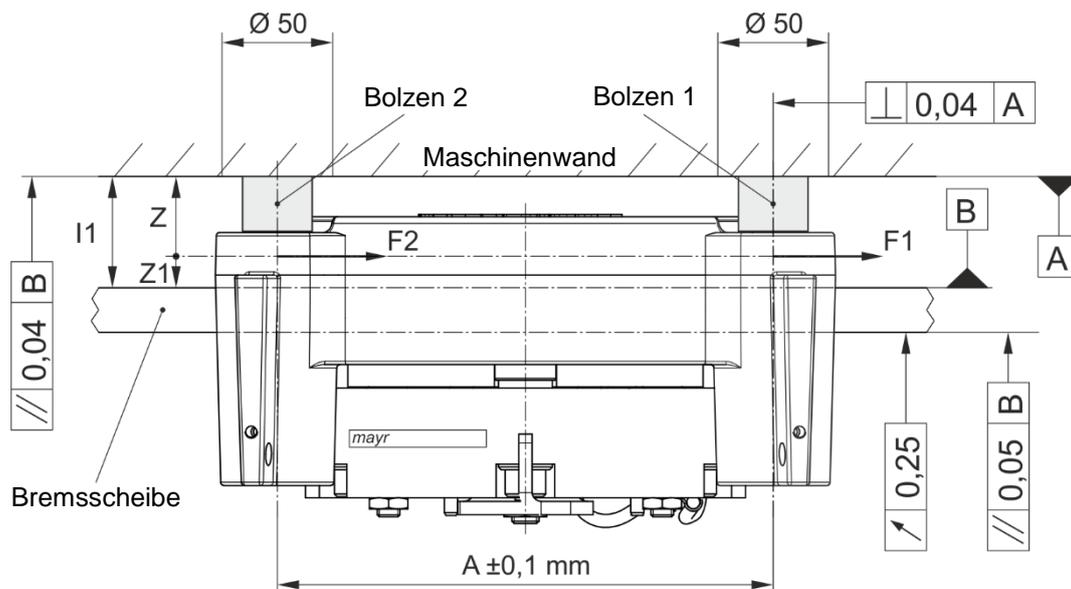

Bild 14
- Die Anschraubfläche im Bereich Ø 50 mm (Bild 14) muss bei geschraubten Führungsbolzen (Type 894. _ _ _ 1/2 _) 0,04 mm parallel zur Bremsscheibe sein.
- ❑ Die Querkraft greift an der Lagerbuchse 1 (3.1) am Führungsbolzen an. Der Hebelarm, der auf die Führungsbolzen wirkt, ist $Z = l_1 - Z_1$ (Bild 14).